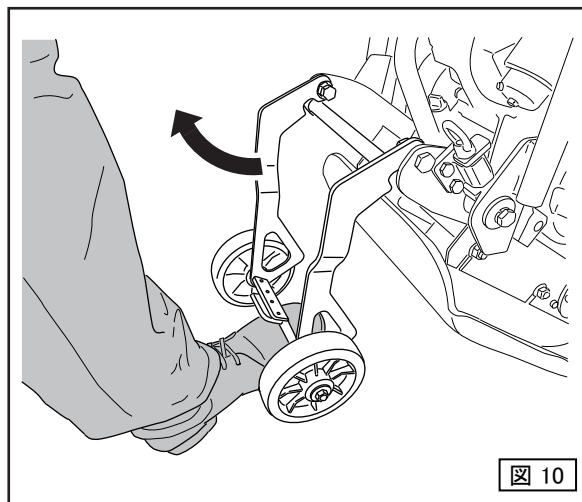

図 10
2. 車軸を後方に回転させ、転圧盤を接地させます。(図10)